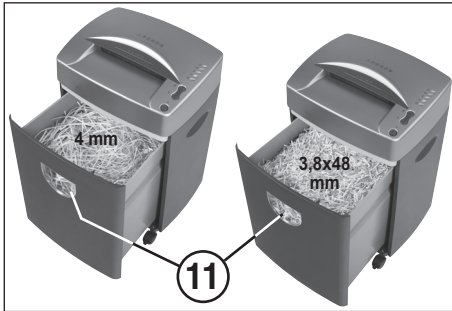

fig. 3
DEL RECIPIENTE DE RECOGIDA (fig. 3):
El recipiente de recogida tiene que ser vaciado cuando el material desmenuzado pueda ser visto por la ventana de control del nivel de llenado (11) (fig. 3).
VACIADO DEL RECIPIENTE DE RECOGIDA (Fig. 3):